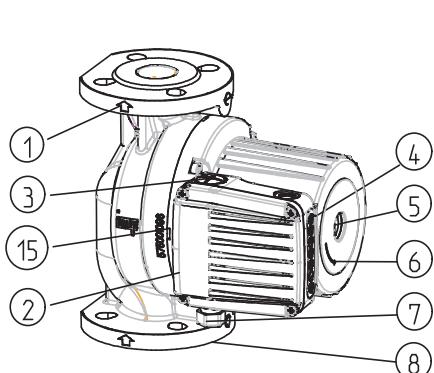
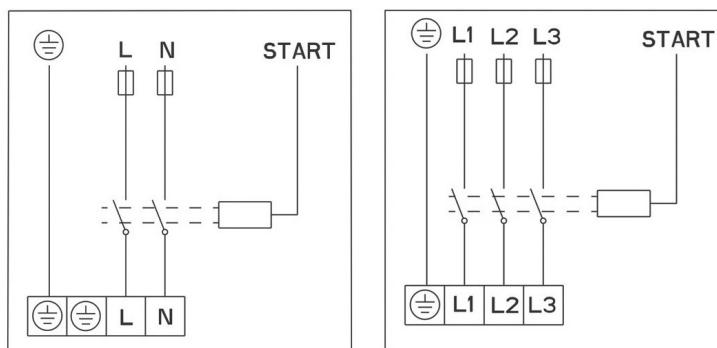

рис.2
рис. 4
- направление потока воды через насос должно соответствовать направлению стрелки на корпусе насоса (рис. 2- ПОЗ.1);
- необходимо использовать фланцы для подключения NP 6/10 (рис.2 – ПОЗ.8);
- насосы GHN (basic, auto), GHNM (basic, auto) имеют одинарный гидравлический корпус (рис.2 – ПОЗ.8);
Гидравлический корпус насоса допускается изолировать только до прорези между мотором и гидравлическим корпусом. Отверстия для отвода конденсата необходимо оставить открытыми для обеспечения вывода конденсата из статорного отсека, данные отверстия необходимо оставлять открытыми и в системах обогрева, когда выполняется только термоизоляция гидравлического корпуса (рисунок 2, 3, ПОЗ 15).
Провод подключения подключается через кабельный ввод M20 (рис.2 – ПОЗ.7).
Электрическое соединение насосов необходимо выполнить по соединительной схеме (рис. 4), которая отображена на нижней стороне крышки мотора. Перед этим необходимо отвинтить верхнюю крышку (рис.2 - ПОЗ. 2)
В насосах типа GHN (basic, auto), GHND (basic, auto), GHNM (basic, auto), GHNMD (basic, auto) ротор работает в воде. Ротор установлен в специальных работающих на смазке водой подшипниках, поэтому перед вводом в эксплуатацию необходимо заполнить насос водой и откачать воздух. Для откачки воздуха из насоса необходимо удалить болт на обратной стороне электромотора (рис.2-ПОЗ.5) - воздух начнет выходить через прорезь между валом мотора и подшипником. После того как начнет вытекать вода, необходимо закрыть вентили со стороны всасывания и со стороны нагнетания и запустить насос. При вращении вала насоса в обратном направлении
6.2 Установка скорости насосов GHN, GHND, GHNM, GHNMD (базовой версии) ① ② ③ >
Каждый насос способен работать в некотором диапазоне трёх гидравлических параметров. Для этого он оснащён встроенным электромотором с трёмя скоростями вращения. Для достижения выбранных характеристик скорости ① ② ③ на насосе расположена кнопка > (рис. 2, 4), с помощью которой можно изменять скорость.
Выключить насос; закрыть вентили со стороны нагнетания и со стороны всасывания; удалить болт для откачки воздуха; отверткой (рис.2-ПОЗ.5), которую необходимо установить в прорезь на валу, крутить вал до тех пор, пока он не начнет свободно вращаться. После этого необходимо установить болт для откачки воздуха на место.